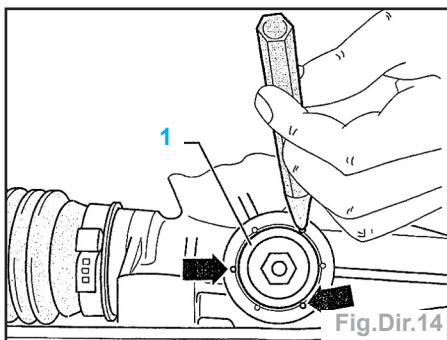

Fig.Dir.14
- Dans ce cas, serrer progressivement la vis de réglage (1) du boîtier de direction, jusqu'à disparition du claquement (Fig.Dir.14).